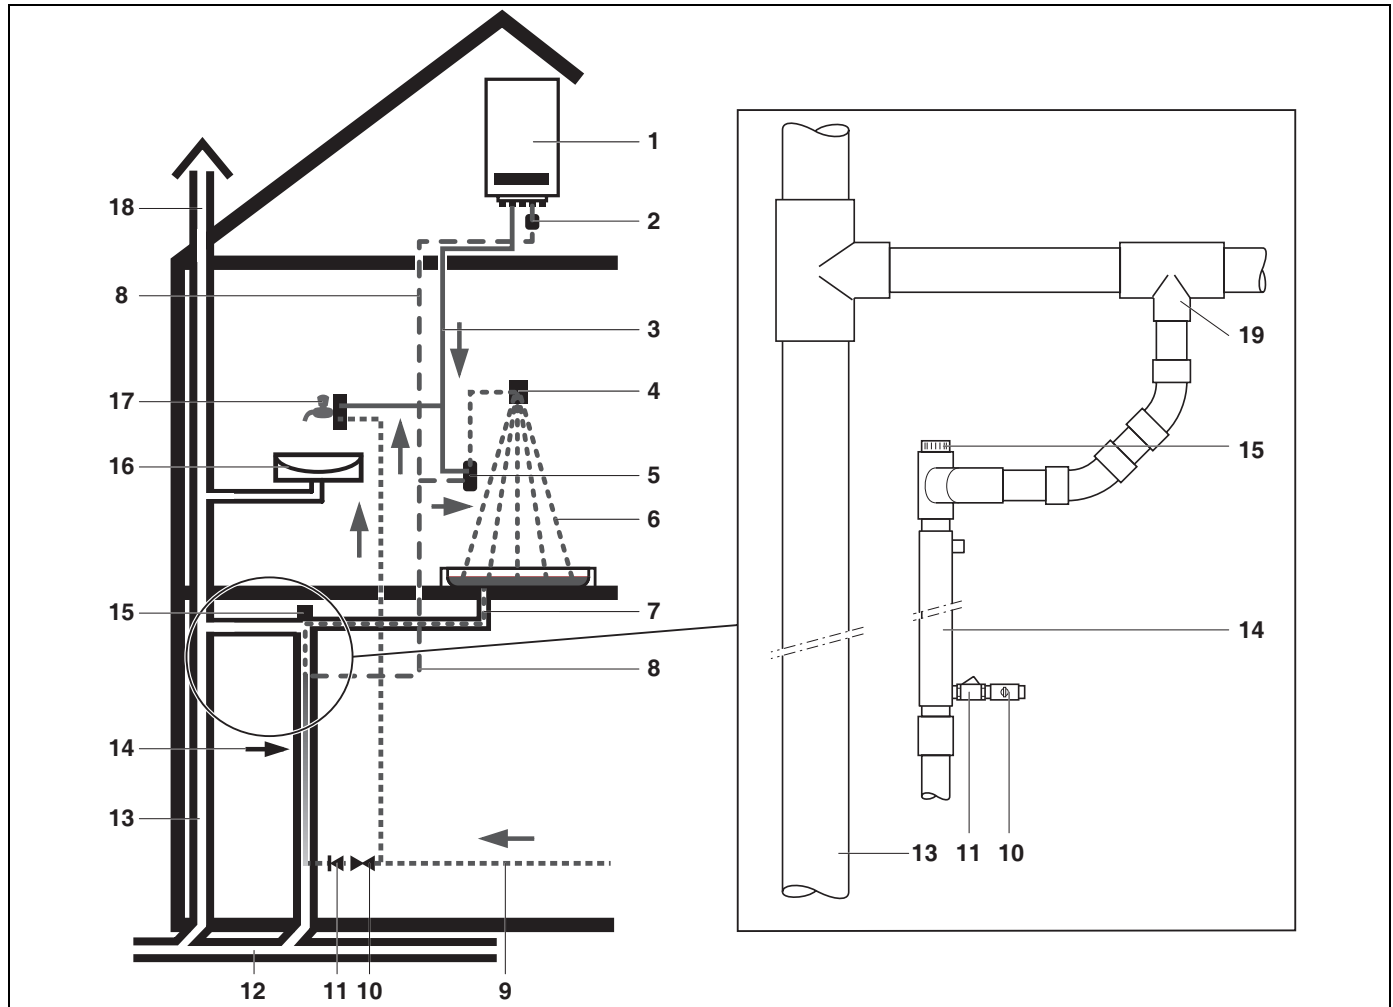

Fig. 2 Aansluitschema
- Sluit op de vuilwateraansluiting van de Nefit Douche-WTW uitsluitend de vuilwaterleiding van de douche aan. Dus niet: wastafel, badafvoer, cv-condenswater etc. Condenswater tast, vanwege een lage pH-waarde, het koper van de Nefit Douche-WTW aan. Zie ook het aansluitschema in fig. 2.
- Sluit, om hevelwerking te voorkomen, de afvoerleiding tussen de douche en de Nefit Douche-WTW aan op de ontspanningsleiding van de binnenriolering. Gebruik hiervoor bij voorkeur een parallelverbinding met de standpijp zoals weergegeven in fig. 2. Zorg er hierbij voor dat de zijspruit van het T-stuk (fig. 2, pos. 19) exact verticaal wordt gemonteerd. Hiermee wordt voorkomen, dat douchewater onbedoeld via de ontspanningsleiding wordt afgevoerd. Hetgeen leidt tot een lager rendement van de Nefit Douche-WTW.
De Nefit Douche-WTW moet in serie worden aangesloten met de warmwatervoorziening. Er mag geen drinkwaterleiding parallel aan de Nefit Douche-WTW op de sanitaire ingang van de warmwatervoorziening worden aangesloten. Zie ook het aansluitschema in fig. 2.
- Zie ook het aansluitschema in fig. 2.
In het aansluitschema (fig. 2) is de situatie weergegeven waarbij de Nefit Douche-WTW sanitairzijde is aangesloten op de thermostatische douchemengkraan én het cv-toestel. Dit aansluitschema heeft de voorkeur, omdat hiermee het hoogste rendement en dus de meeste besparing gehaald wordt.
- Trek de waterleiding voor het voorverwarmde water door naar de douche én naar het cv-toestel (fig. 2).
- Sluit de waterleiding voor het voorverwarmde water aan op de koude kant van de thermostatische douchemengkraan én op de koudwaterinlaatzijde van het cv-toestel (fig. 2).
In de aansluiting van de Nefit Douche-WTW naar de warmwatervoorziening toe moet als beveiliging een inlaatcombinatie (fig. 2) zijn aangebracht, die voorkomt dat water terug kan stromen en de waterdruk in het systeem te hoog wordt.